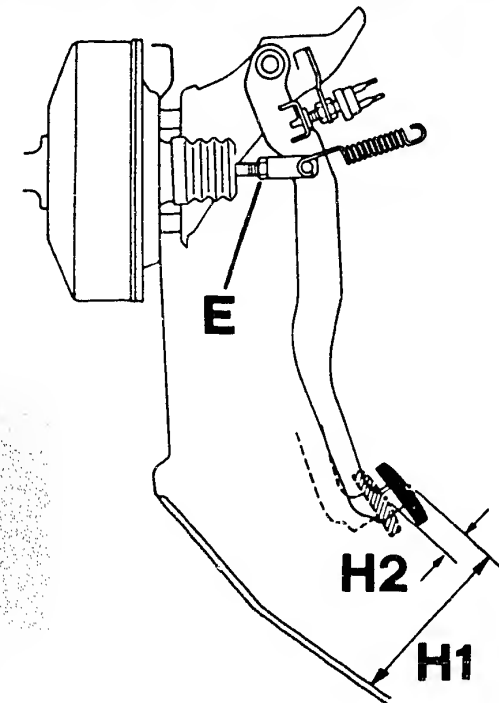

Bild 88 Sedan, Liftback, Coupé: H1 = Bremspedalhöhe. H2 = Pedalspiel 3...6 mm. Die Einstellung erfolgt an der Stange E.
a) Die Höhe des **Bremspedals** zum Fahrzeugboden soll 147...157 mm betragen und kann an der Betätigungsstange eingestellt werden (E in Bild 88). Danach ist das Betätigungsspiel (3...6 mm) zu prüfen. Bei einer Betätigungskraft von 50 kg soll die Pedaloberkante mindestens 65 mm Abstand vom Boden haben.